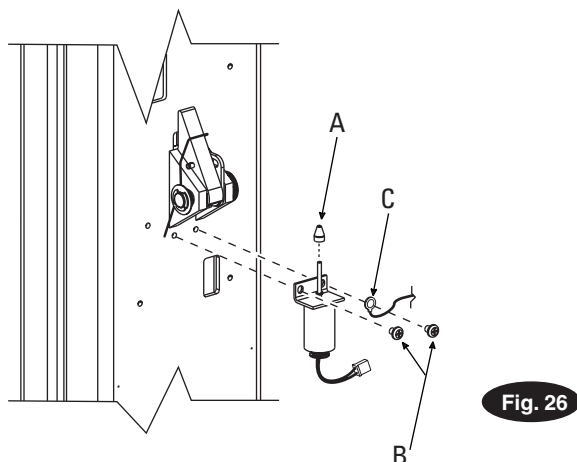

Fig. 26 Información
**20. Acoplamiento de solenoide:** Acople los solenoides bajo los inmobilizadores de ambas columnas, Fig. 26. Coloque correderas en las barras de pistón de solenoide. Coloque los solenoides en las columnas y realice el apriete, según se indica en la Fig. 26.
Instale (2) tornillos PHMS 5/16"-18NC x 3/8" en los orificios de cada lado del inmobilizador (lado de la unidad de potencia) dejando fuera unos 3 mm para sujetar el cuadro. Sujete el cuadro de mando principal sobre el inmobilizador en la columna usando los tornillos PHMS 5/16"-18NC x 3/8" y tire del cable de solenoide el inmobilizador a través del cuadro, Fig. 27. Conecte el solenoide del inmobilizador en el cuadro de mando principal. Conecte el terminal del anillo del cable de conexión a tierra a uno de los tornillos de montaje de solenoide de bloqueo, Fig. 26. Instale (1) 5/16"-18NC x 3/8" PHMS en la parte inferior del cuadro de mando principal. Apriete todos los tornillos (3). No vuelva a instalar aún el panel de acceso en el cuadro de mando. Lo reinstalará posteriormente.
Retire el panel de acceso del cuadro de mando auxiliar, Fig. 29. Coloque (2) tornillos PHMS 5/16"-18NC x 3/8" en los orificios de cada lado del inmovilizador dejando fuera unos 3mm para sujetar el cuadro. Sujete el cuadro de mando auxiliar sobre el inmovilizador en la columna usando los tornillos PHMS 5/16"-18NC x 3/8" y tire del cable de solenoide el inmovilizador a través del cuadro, Fig. 29. Conecte el terminal del anillo del cable de conexión a tierra a uno de los tornillos de montaje de solenoide de bloqueo, Fig. 26. Instale (1) PHMS 5/16"-18NC x 3/8" en la parte inferior del cuadro de mando auxiliar. No vuelva a instalar aún el panel de acceso en el cuadro de mando. Lo reinstalará posteriormente.